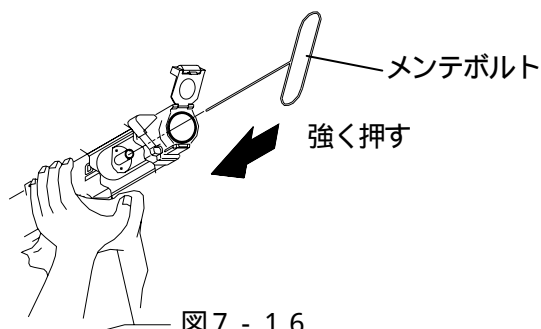

図7 - 16
- (5) リヤシリンダ底部のネジを取り外し、この穴から付属のメンテボルトをねじ込み高圧ピストンを引張りリヤシリンダの底部に当たるようにして下さい。メンテボルトを抜き底部のネジを取り付けてください。(図7 - 17)